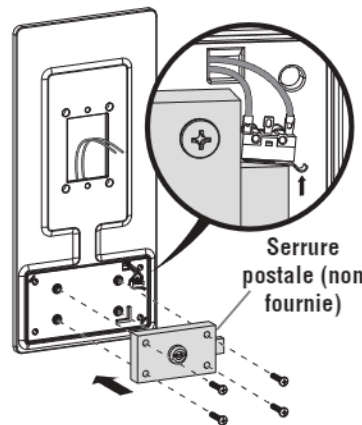

Figure 1
1. Fixez la serrure postale au panneau de garniture à l'aide des vis cruciforme n° 10 et des écrous hexagonaux fournis. (Voir figure 1)
2. Vérifiez que le commutateur est enfoncé en position verrouillée. Ajustez si nécessaire. (Voir encadré de la figure 1)
5. Assurez-vous que les fils de l'interrupteur de serrure postale sont acheminés par l'ouverture de sortie des fils. (Voir encadré de la figure 1)